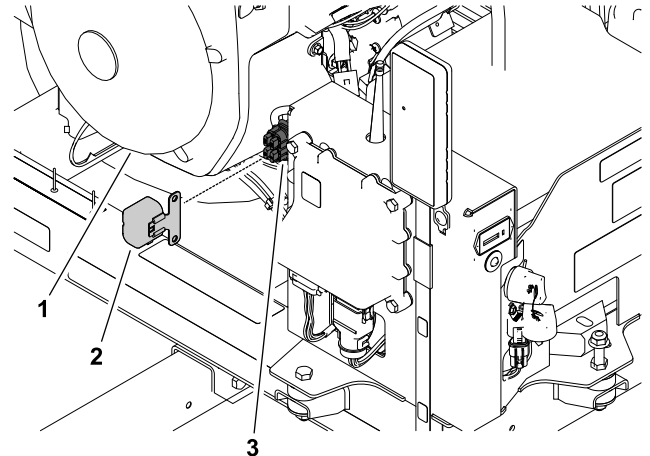

Figure 42
1. Sur le côté intérieur avant de la tour de commande, retirez le couvercle du porte-fusibles (Figure 42).
2. Retirez le fusible ouvert du porte-fusibles (Figure 42).
Le porte-fusibles est incorporé au faisceau de câblage de la machine. Il est situé derrière le récepteur sur le côté droit de la tour de commande (Figure 42).